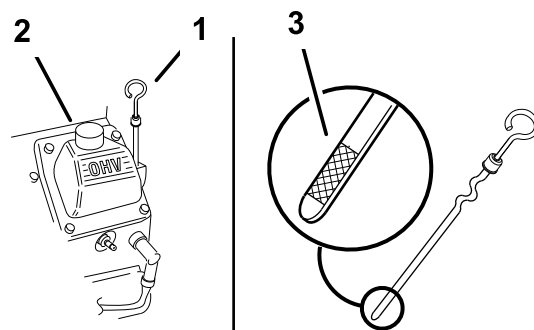

Figura 16
2. Pulite attorno all'asta di livello (Figura 16) in modo che la morchia non possa penetrare nel foro di rifornimento e danneggiare il motore.
3. Togliete l'asta di livello, asciugatela e reinseritela a fondo (Figura 16).
Il livello dell'olio deve raggiungere la tacca di pieno sull'estremità metallica dell'asta (Figura 16).
5. Se il livello dell'olio non raggiunge il segno di pieno (Full), togliete il tappo del tubo di riempimento (Figura 16) e rabboccate con olio fino a portarlo al segno Full sull'asta di livello. **Non riempite troppo.**